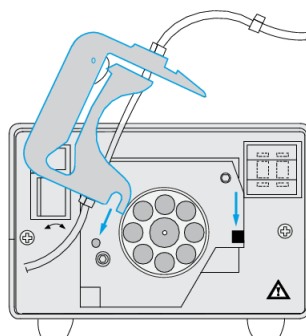

图 2 安装卡夹
- 3 确保压力控制杆处于完全打开状态。将卡夹重新插入蠕动泵，通过重新连接侧支撑杆将其固定，见第 1 页图 2。